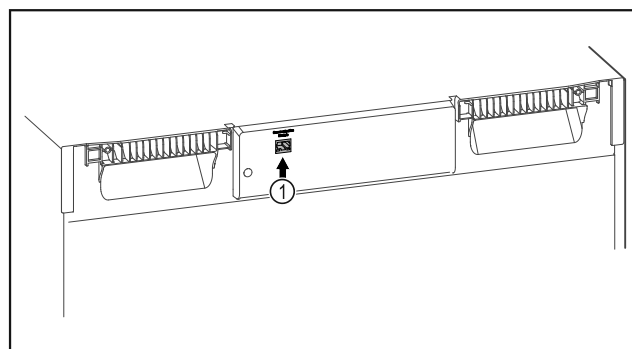

Fig. 138
- ❑ Le SmartModule Fig. 138 (1) est en place.